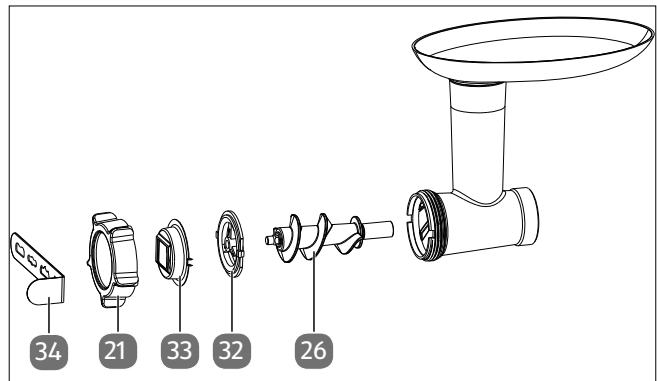

Abb. 17 – Zubehörteile für Spritzgebäck
- ▶ Für das Herstellen von Spritzgebäck aus Plätzchenteig montieren Sie den Halter und die Spritzgebäckschablone sowie die Schneckenführung in der Reihenfolge wie dargestellt (siehe Abb. 17).